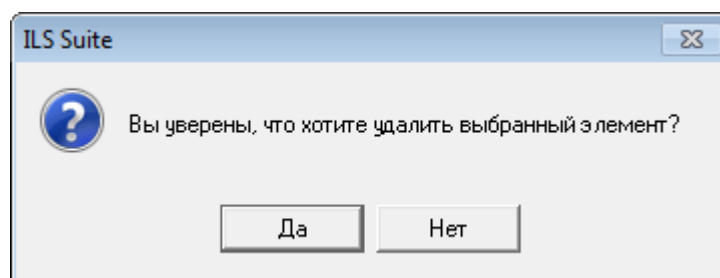

Рис. 10-385 – Диалоговое окно
- 3) Нажать кнопку «Удалить» панели «Правка» (рис. 10-385).